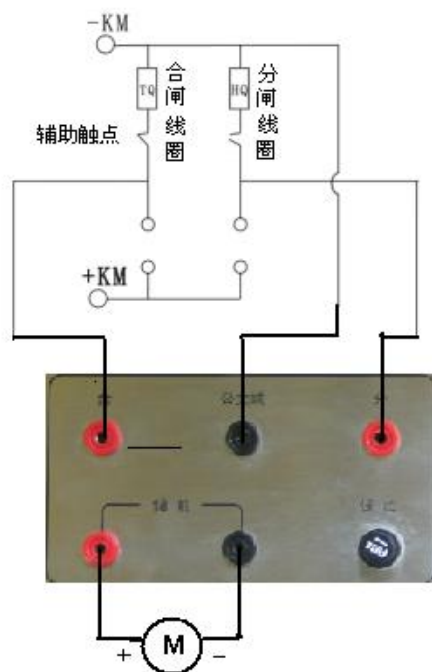

图 2-2 合, 分闸线圈接线
- 1、当被测试断路器操动机构为电磁或永磁机构时储能信号接口不接。如果需要测试线圈电流请将“分，合闸线圈接口”分别串联接入分、合闸线圈回路中，接线图见图 2-2。